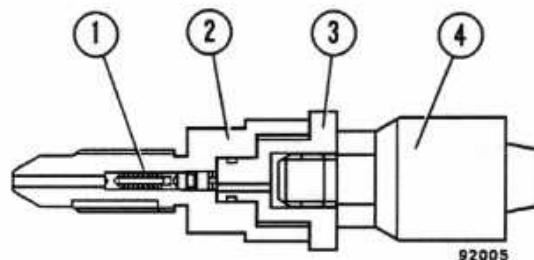
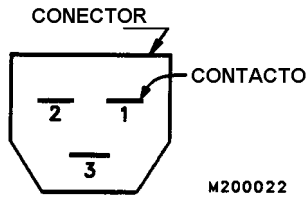

FIGURA 20-11. SENSOR DE PRESION
FIGURA 20-12. VISTA DEL CONECTOR LATERAL DEL SENSOR
2. Sostenga la válvula (2, Figura 20-11) con una llave mientras retira el **conjunto adaptador - sensor (3 y 4)**.
3. Retire el sensor (4) del adaptador (3).
1. Instale un anillo de goma nuevo en el sensor (4, Figura 20-11) e instale el sensor en el adaptador (3). Apriete el sensor a un **torque de 22-29 ft. lbs. (30-39 N.m)**.
2. Instale un anillo de goma nuevo en el adaptador (3) e instale el **conjunto adaptador/sensor** completo en la válvula (2). Sostenga el cuerpo de la válvula y apriete el conjunto **adaptador/sensor** a un **torque de 103 ft. lbs. (176 N.m)**.
3. Conecte los cables del sensor al arnés de cables del camión. Los sensores tienen tres cables. Compruebe que los cables se conecten correctamente (Figura 20-12).